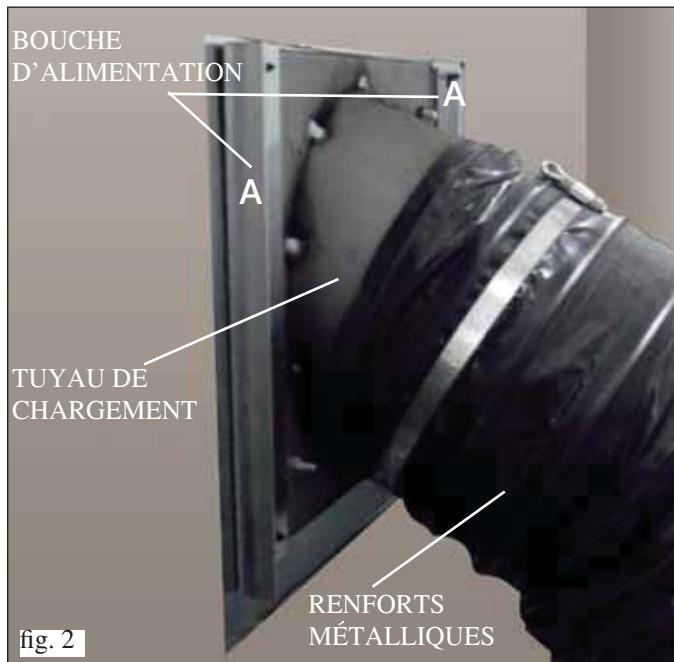

fig. 2
- Fixer la bouche d'alimentation à la contre-hotte au moyen des vis autotaraudeuses fournies, en utilisant les trous présents sur le châssis de celle-ci ; renforcer le Placoplatre en appliquant des profils métalliques sur l'arrière (**A** fig. 2).
#### INSTALLATION DU TUYAU DE CHARGEMENT (fig.2 et 3).
- Fixer le tuyau flexible au raccord présent sur la bouche d'alimentation au moyen des colliers fournis (fig. 2).